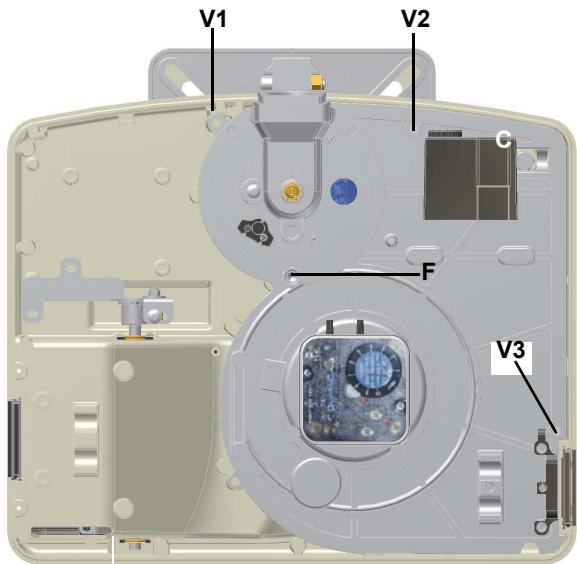

Fig. 28
- montaggio esame e pulizia testa di combustione (vedi Fig. 28 e successive).
- 1 togliere la piastra componenti **C** del bruciatore, rimuovendo le 4 viti **V1**, **V2**, **V3** e il perno di fissaggio **F** (Fig. 28);